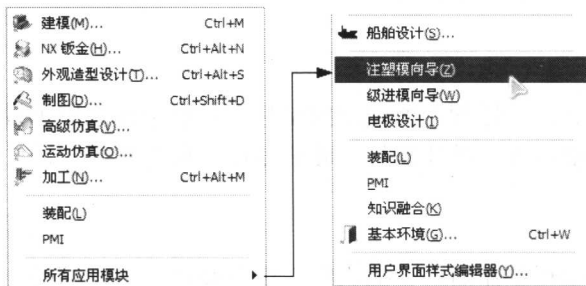

图 1-6 起始按钮进入“Moldwizard”操作环境
(1) 单击“标准”工具栏上的  按钮，此时弹出下拉菜单，如图 1-6 所示。该下拉菜单列出了各种功能模块的名称，依次选择菜单“所有应用模块”→“注塑模向导”命令即可。